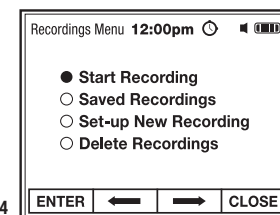

Fig. 4
1. En el Menú de Grabaciones, seleccione e introduzca Borrar Grabaciones (Fig. 4).
1. From Recordings Menu, select and ENTER Set-up New Recording (Fig. 4).
1. From the Recordings Menu, select and ENTER Start Recording (Fig. 4).